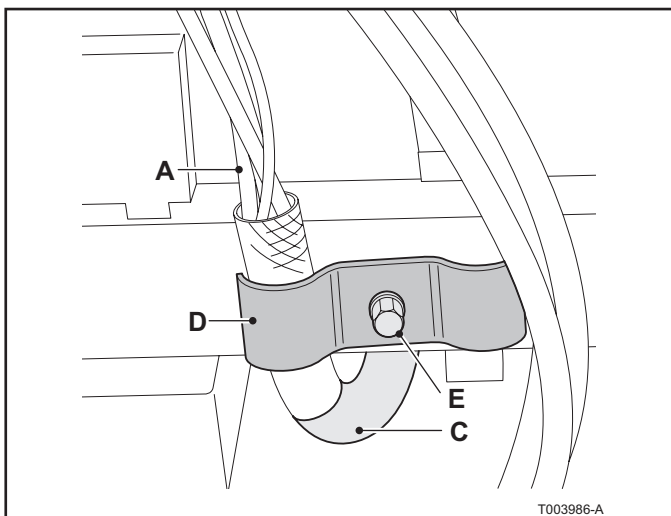

Fig. 27 Anschluss des CAN-Bus-Kabels an den GEP (Rückansicht der DIN-Schiene)
4. Wenn das verwendete Kabel zu dünn ist, um mit der Kabelschelle gesichert zu werden (siehe D in Fig. 27), dann vergrößern Sie dessen Durchmesser, indem Sie neben dem abisolierten Bereich Isolierband um die Kabelummantelung wickeln (bis zu einem Durchmesser von ca. 12-13 mm).
5. Lösen Sie ein wenig die Schraube der Kabelschelle an der Stelle, an der das CAN-Bus-Kabel befestigt werden muss (siehe E in Fig. 27).
6. Ziehen Sie die Abschirmung zurück über die Kabelummantelung und befestigen Sie sie an der Kabelschelle (siehe D und E in Fig. 27) mithilfe der anderen Öse derselben Schelle (siehe D in Fig. 27). Die Schelle muss das Kabel sicher an seinem Platz halten, wenn am Kabel gezogen wird.
7. Isolieren Sie die überstehenden Teile der Abschirmung, damit sie nicht in Kontakt mit der Leiterplatte kommen können (siehe C in Fig. 27).